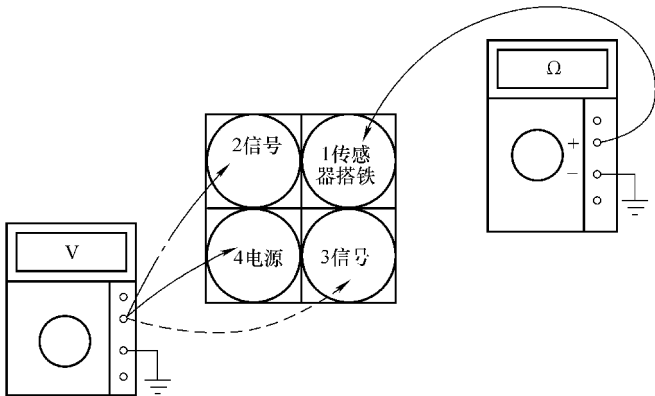

图 4-9 现代 SONATA 传感器的线束测试
1) 曲轴位置传感器的线束检查。以现代 SONATA 汽车光电式曲轴位置传感器为例说明，如图 4-9 所示。